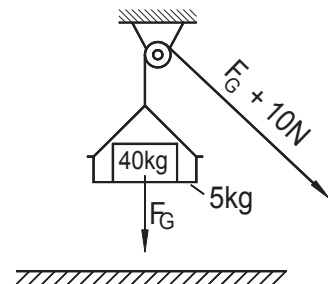

Abb. 1.3
- Welche Leistung ist erforderlich (W)?
- Mit einer Seilrolle zieht ein Mann eine Last von $m = 40$ kg in 40 s 10 m hoch (Abbildung 1.3). Der Förderkorb hat eine Masse von $m = 5$ kg, die Reibung der Seilrolle wird mit 10 N (konstant) angenommen. Nach dem Ausladen lässt er das Seil einfach los.
- Welche Leistung vollbringt der Mann (W)?